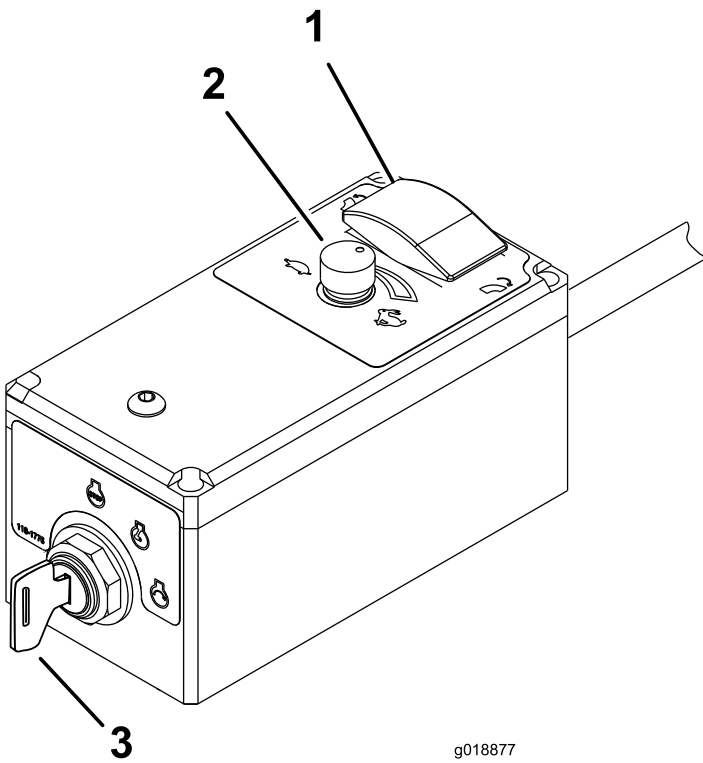

图10
3. 将发动机点火钥匙顺时针旋转至“启动”位置即可启动发动机，启动后释放钥匙（图10）。
3. 如果离开机器，请将发动机钥匙旋转到关闭位置，并从开关中拔出（图10）。